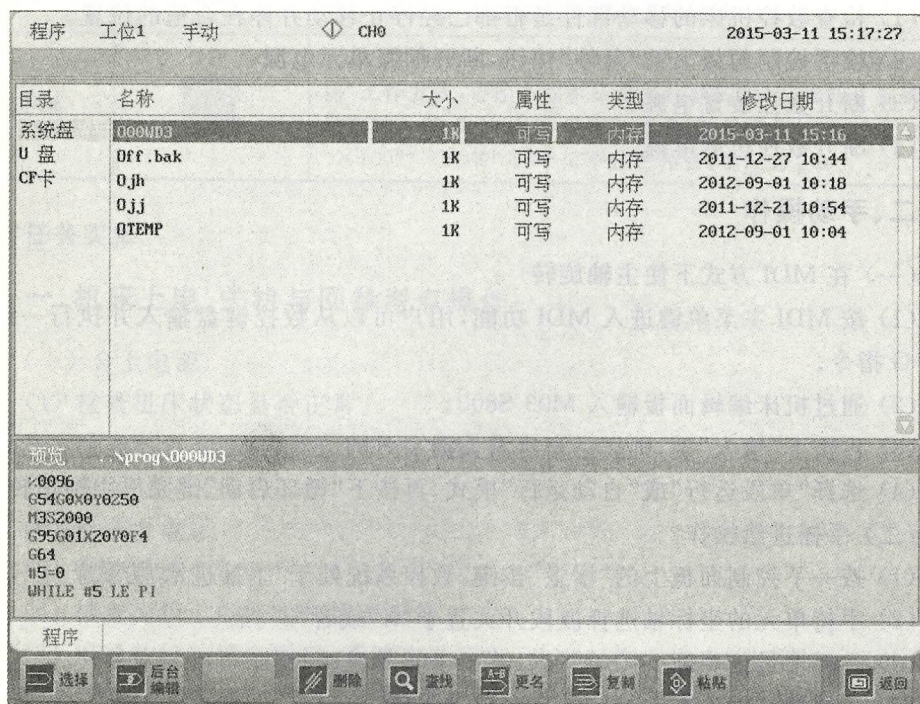

图 2-5 程序选择界面
(1) 选择“程序”主菜单,按对应功能键,出现如图 2-5 所示的界面。